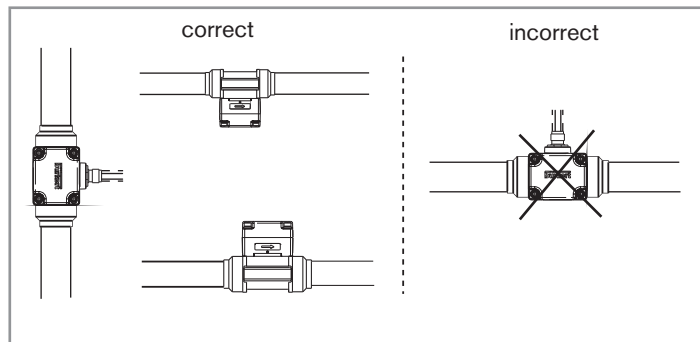

Fig. 3 : Axe de l'ailette horizontal
- Installer l'appareil de sorte que l'axe de l'ailette soit horizontal (Fig. 3).